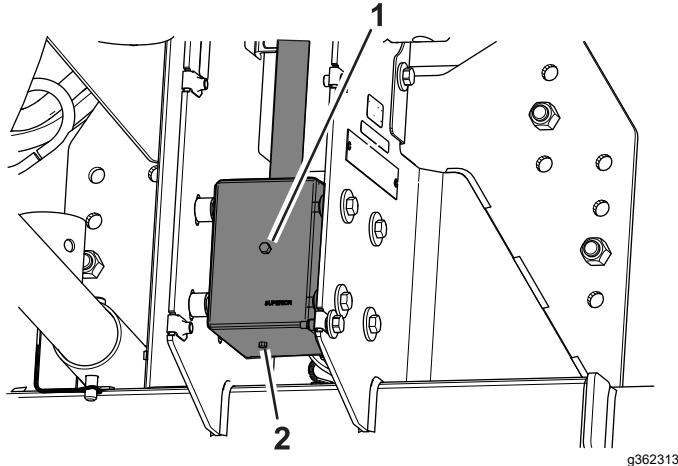

図 25
4. ギアボックスの側面にある点検補給プラグを外す図 25。